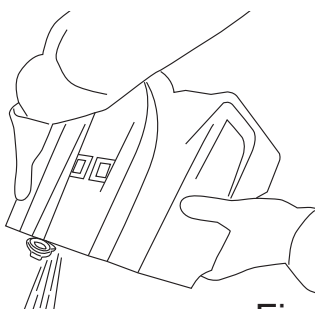

Fig.27
- Svuotare il serbatoio (Fig.27).